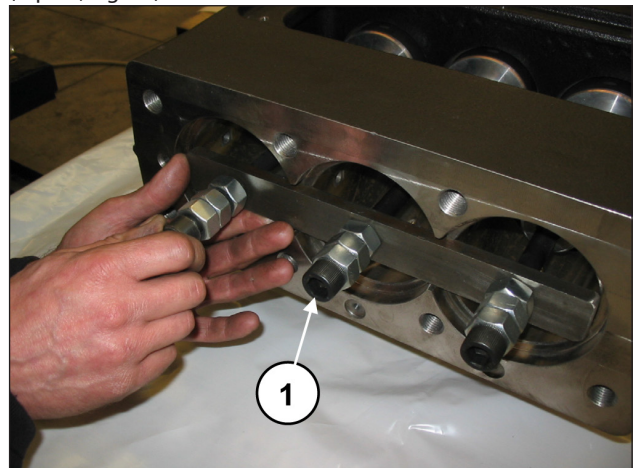

Fig. 39
Faire avancer les demi-bielles dans la direction de la partie hydraulique et les bloquer à l'aide de l'outil (réf. 27566200 (rep. ①, Fig. 39).